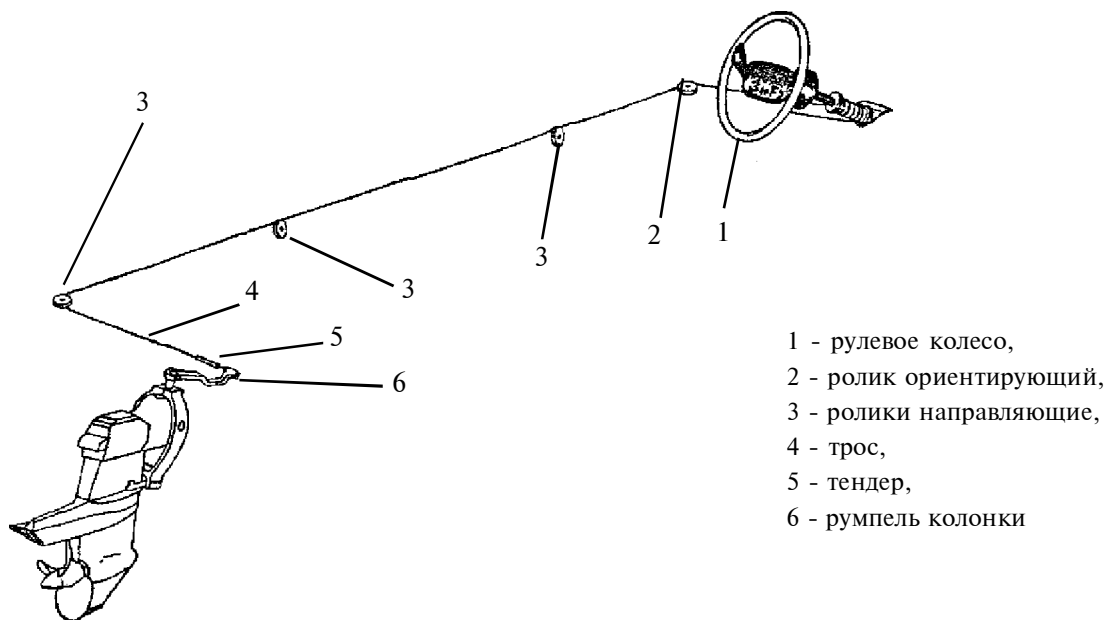

Рисунок 3.1 - Управление судном
3.2.3 Натяжение троса осуществляется тендером (5), см. рисунок 3.1, (в комплект поставки не входит).